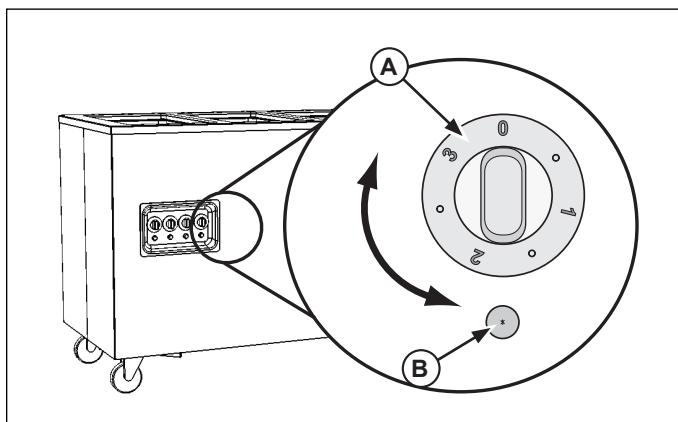

Figura 4. Controles del receptor caliente estándar
- (A)** Selector del **CONTROL DE TEMPERATURA**. Se usa para fijar o ajustar la temperatura del receptor. Mientras más alto o más bajo sea el número, más alta o más baja es la temperatura respectivamente. La posición de "0" corresponde a apagado.
- (B)** Luz de **SUMINISTRO**. Se ilumina cuando el receptor está en el modo de calentamiento.
- Precaliente el agua en los receptáculos cubriendolos con tapas o recipientes de alimento vacíos. Gire el control de temperatura (A) hasta el ajuste máximo de calor. Consulte la Figura 4. Precaliente el agua durante 60 minutos.